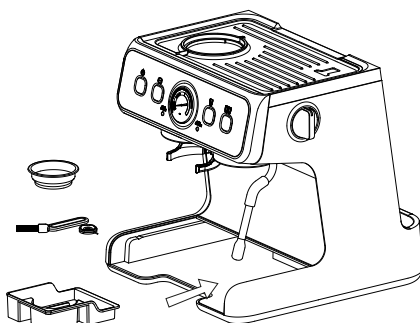

Fig. 8
A Máquina de Café Expresso BISTRO vem equipada com ferramentas de limpeza, incluindo uma Vareta de Limpeza e uma Escova de Limpeza, bem como uma Caixa de Ferramentas (15) utilizada para as guardar de forma conveniente. Os Filtros de Dose Única e de Dose Dupla também podem ser guardados na Caixa de Ferramentas. A Caixa de Ferramentas é guardada na parte inferior esquerda do aparelho, atrás do Tabuleiro de Gotejamento. Após remover a bandeja coletora (Fig. 8), pode aceder à caixa de ferramentas retirando-a do compartimento.